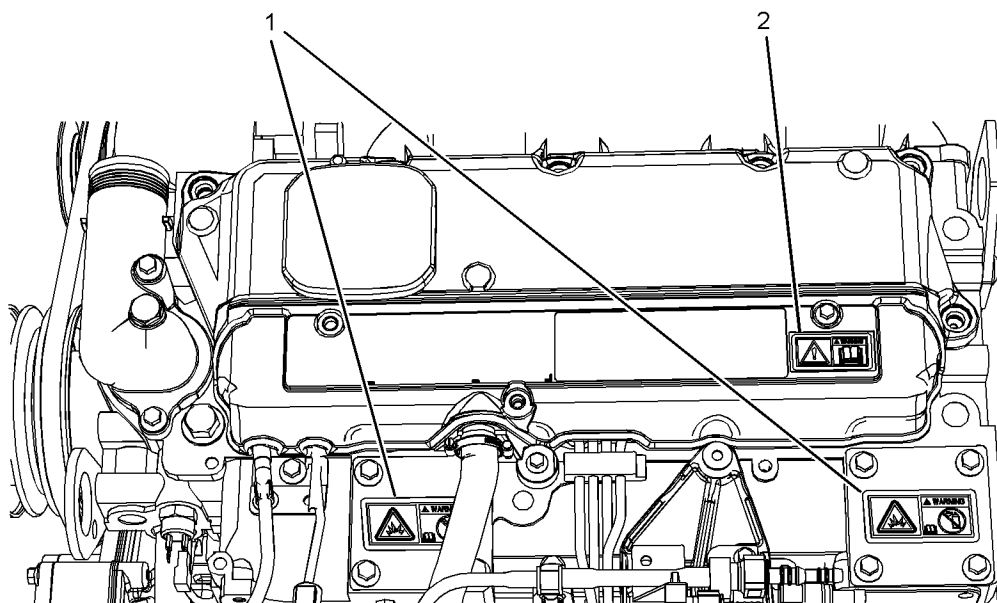

图 2
通用警告标志 (2) 位于气门机构罩盖的后端。请参考图 2。
(2) 乙醚
乙醚警告标志 (1) 位于进气歧管盖上。请参考图 2。